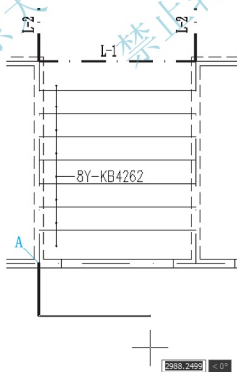

图 5.33 绘制阳台的挑梁和封边梁
(1) 在指定起点：提示下，捕捉如图 5.33 所示的 A 点。
(2) 在**指定下一个点或 [圆弧 (A)/ 半宽 (H)/ 长度 (L)/ 放弃 (U)/ 宽度 (W)]**: 提示下, 打开**【正交】**功能, 将光标垂直向下拖动, 输入“1500”。
(3) 在**指定下一个点或 [圆弧 (A)/ 半宽 (H)/ 长度 (L)/ 放弃 (U)/ 宽度 (W)]**: 提示下, 将光标水平向右拖动, 输入“4200”, 如图 5.33 所示。
(4) 在**指定下一个点或 [圆弧 (A)/ 半宽 (H)/ 长度 (L)/ 放弃 (U)/ 宽度 (W)]**: 提示下, 将光标垂直向上拖动, 输入“1500”。